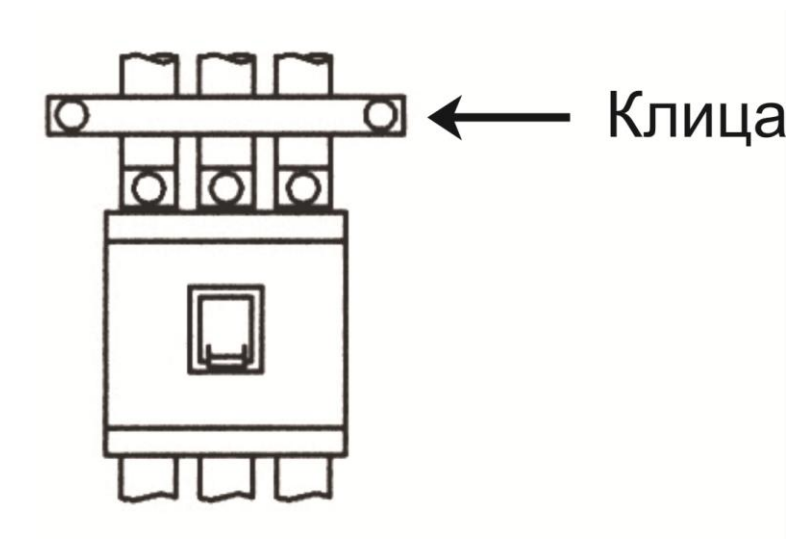

Рисунок 1 – Закрепление параллельных проводников клицей
2.2.3.5 Необходимо закрепить все параллельные проводники одной клицей, так как ток короткого замыкания может вызвать значительные электромагнитные силы, действующие на проводники (см. рисунок 1). Расстояние от выключателя до клицы определяется размером В2 на рисунке А.20 приложения А.